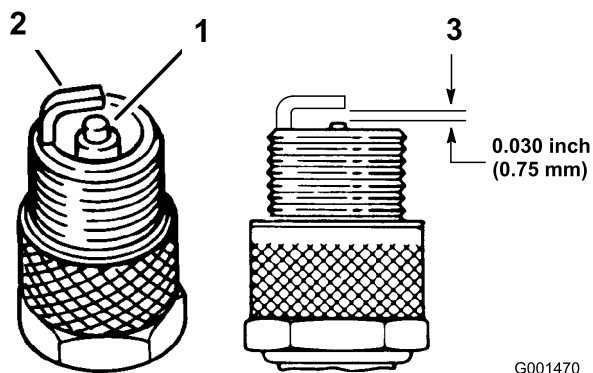

Figura 30
3. Compruebe el estado del electrodo lateral, el electrodo central y el aislamiento del electrodo central para verificar que no están dañados (Figura 30).
4. Ajuste el hueco entre los electrodos central y lateral a 0,762 mm (Figura 30). Tras ajustar correctamente los electrodos, coloque la bujía y apriétela a 20 Nm.